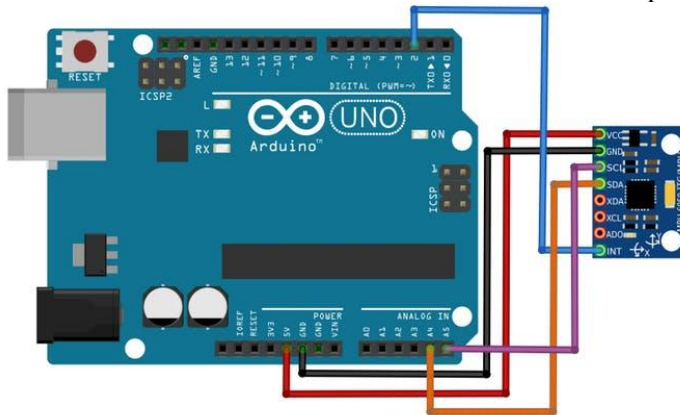

Рис. 3.2. Підключення модуля акселерометра до Arduino Uno
7. Підключити MPU-6050 до Arduino Uno згідно рис. 3.2.